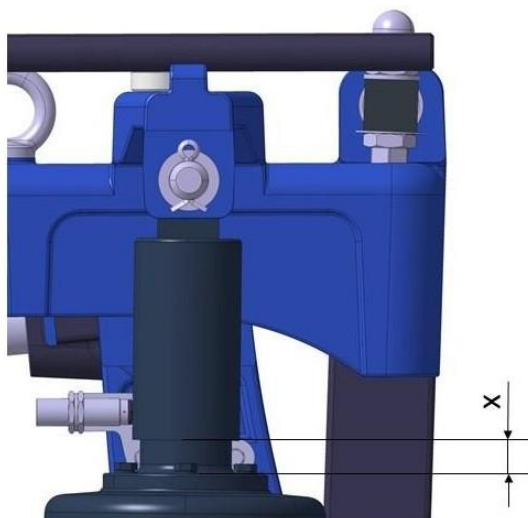

Рис. 4: Установка остаточного хода
Тормоз должен устанавливаться на жесткую установочную конструкцию установки и иметь как можно больший плоскостной контакт опорной пластины тормоза с верхней пластиной установочной конструкции. Площадь монтажа должны проверяться на ровность, точности угла и позиции установки тормоза по отношению к тормозному диску (смотри Рис. 4).
- 4) Проведите предварительную установку необходимого тормозного момента путём вращения регулировочной гайки (Рис. 4) таким образом, чтобы верхний край индикатора тормозного момента соответствовал требуемому значению шкалы тормозного момента.